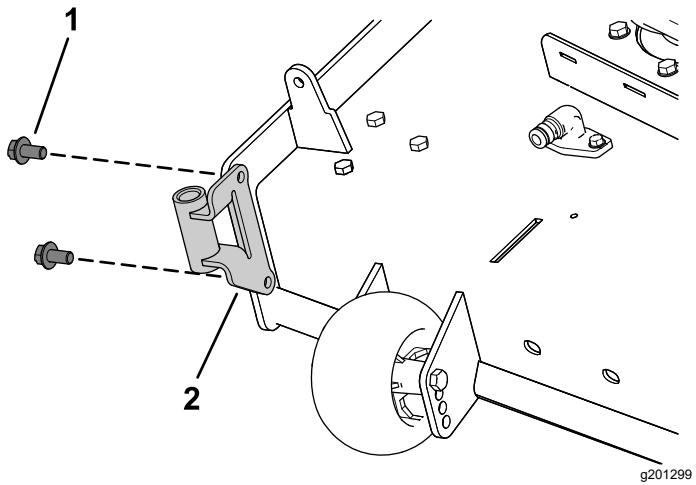

Figura 8
- Montați suportul suflantei pe puntea mainii de tuns iarba folosind 2 uruburi cu cap hexagonal și aibă ($\frac{3}{8} \times \frac{3}{4}$) ca cum se arătă în Figura 8.